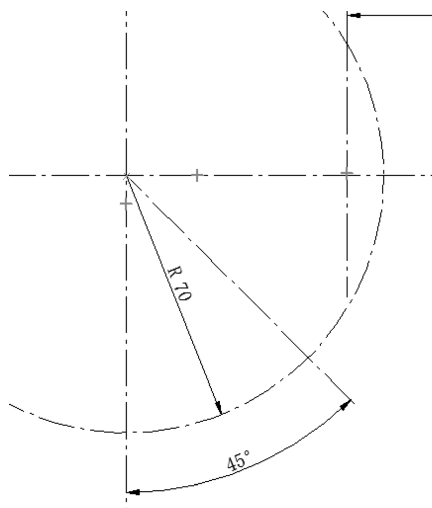

图 6-90 添加尺寸
(10) 单击【绘制草图】选项卡【尺寸】区域下的 f 【智能尺寸】按钮，单击 $\angle$ 【角度】确定该直线到竖直线的角度为 45° ，如图 6-90 所示。